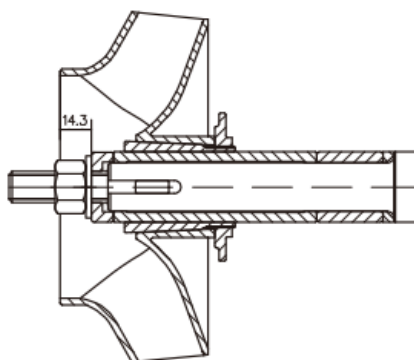

Рисунок 4
- открутить гайку, снять шайбу, снять поджимную шайбу, снять колесо рабочее первой ступени в сборе; снять дистанционные втулки (см. рис. 4);